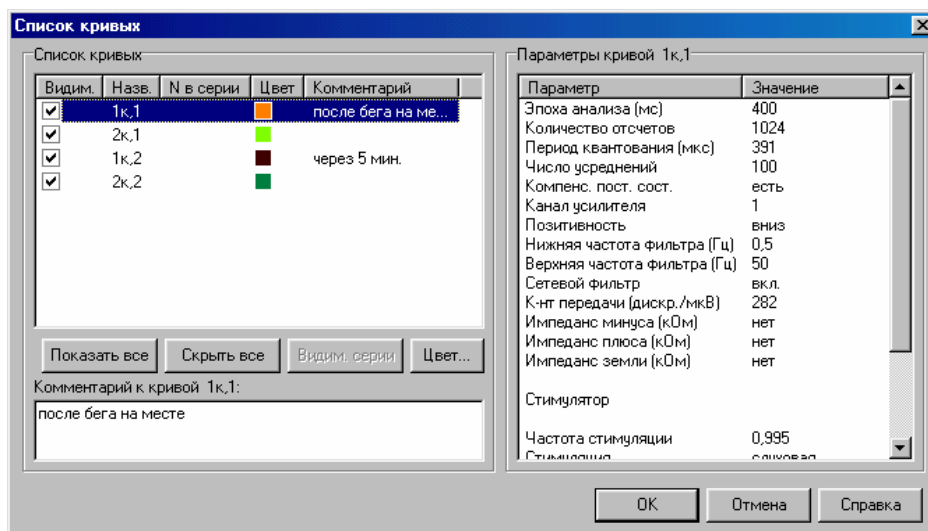

Рис. 3.24
12. Подробную информацию по каждой кривой (настройка фильтров усилителя, параметры стимуляции и т.д.) можно получить по команде меню **Кривая|Список**. При этом на экран выводится диалоговое окно *Список кривых* (Рис. 3.24).